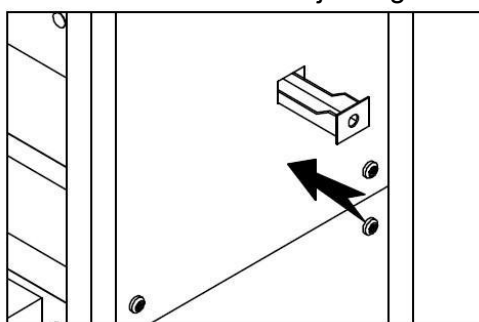

Figura 5-9
1. Deslice la bandeja de goteo trasera en el orificio del panel lateral (Figura 5-9).